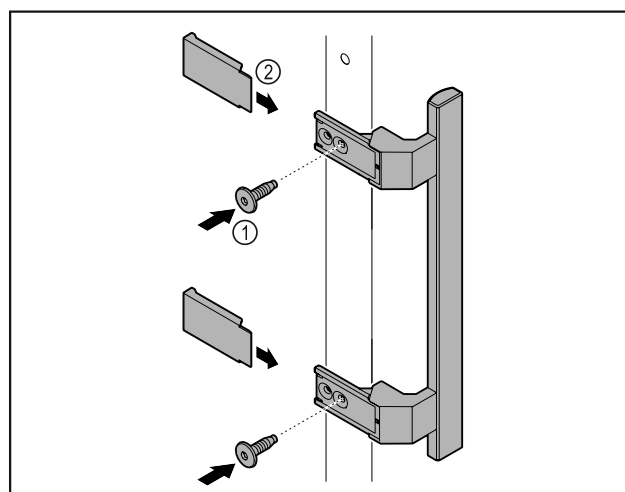

Fig. 9
- ▶ Zamontować uchwyt z dodatkowego opakowania na drzwiach przy użyciu dołączonych śrub Fig. 9 (1).
- ▶ Założyć osłonę Fig. 9 (2).